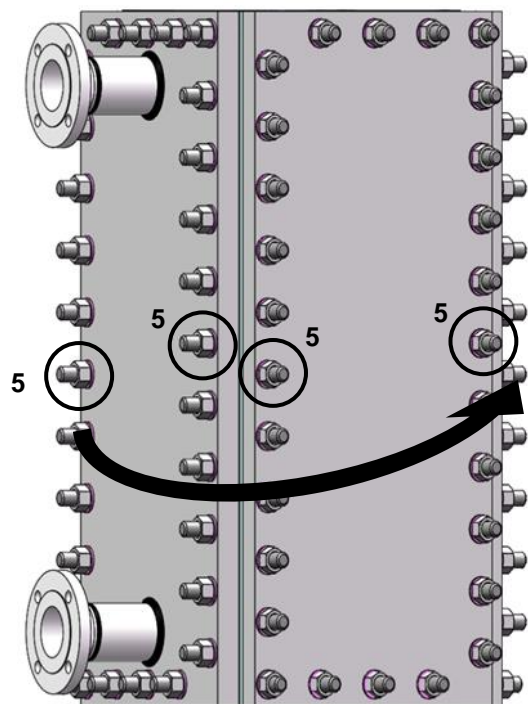

Abbildung 16
- Die Spitzen der Gewindestangen 5 schmieren (Abbildung 16).